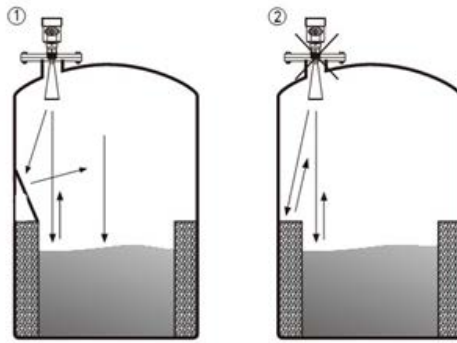

Рис.4.6. Пример монтажа уровнемера при наличии препятствий на пути распространения радиолуча: 1)правильный 2)неправильный
8. При наличии в емкости препятствий на пути распространения радиолуча, которые не могут быть устранены, рекомендуется использовать наклонные отражатели сигнала (см. рис. 4.6). Наклонные отражатели рассеивают радиосигнал, предотвращают появление ложного эхо-сигнала, могут быть изготовлены из листового металла.